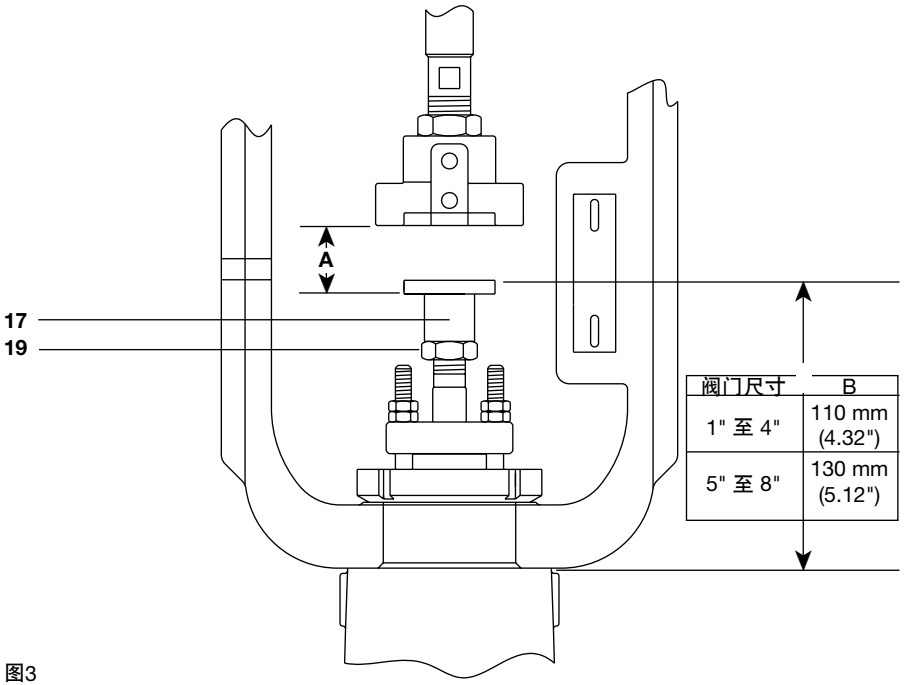

图3
3.2 在阀门上按照PN1000伸张型系列执行器(见图3和4)：
- 调整阀杆适配器（17）的位置，使图3所示距离‘A’等于阀门行程指示器（18）指示的阀门行程，然后用推荐力矩（表1，14页）拧紧锁紧螺母（19）。
3.3 在阀门上安装PN2000弹簧回缩型系列执行器（见图3和4）
- 调整阀杆适配器（17）的位置，使距离‘B’等于图3所示距离，然后拧紧锁紧螺母（19）。